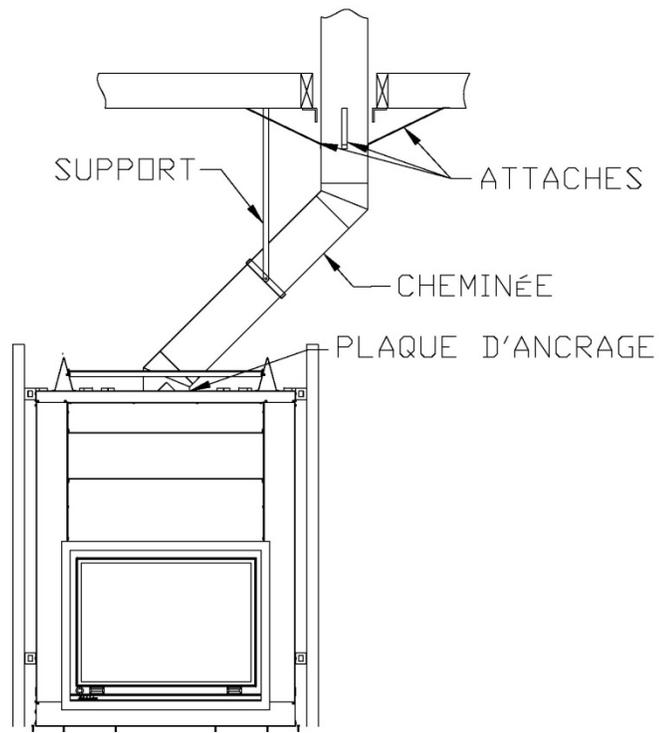

Figure 34
1. Installez le premier coude; tournez-le dans la bonne direction. Fixez-le à la cheminée en suivant les instructions du fabricant de la cheminée. Dans de nombreux cas, il est recommandé de fixer les raccords à l'aide de trois (3) vis à métal de ½" (12 mm).
2. Installez les sections de cheminée qu'il faut pour obtenir le décalage nécessaire. Verrouillez les sections de cheminée ensemble en suivant les instructions du fabricant de la cheminée. Dans de nombreux cas, il est recommandé d'utiliser trois (3) vis de ½" (12 mm). Si la section décalée comporte deux sections de cheminée ou plus, de nombreux fabricants de cheminée exigent que vous utilisiez un support de décalage ou de toit à moitié chemin du décalage. Si la cheminée traverse un mur, installez un coupe-feu mural fourni par le fabricant de la cheminée (voir **Figures 34 et 35**).